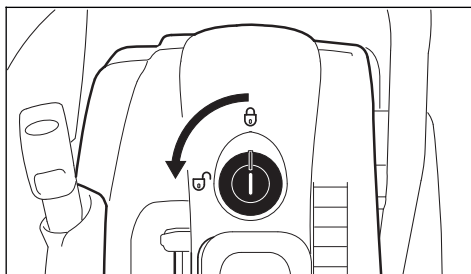

Рис. 53
- С помощью соответствующего инструмента открыть замок, повернув его влево на 90° (рис. 53)